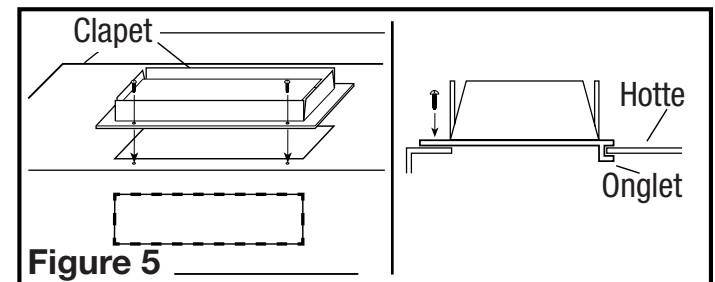

Figure 5
- Installer l'assemblage de clapet à la hotte en glissant la section à onglets du clapet sous le corps de la hotte et en vissant les deux vis fournies. À l'aide de ruban adhésif approuvé, appliquez autour du col pour sceller les fuites d'air (**Figure 5**).